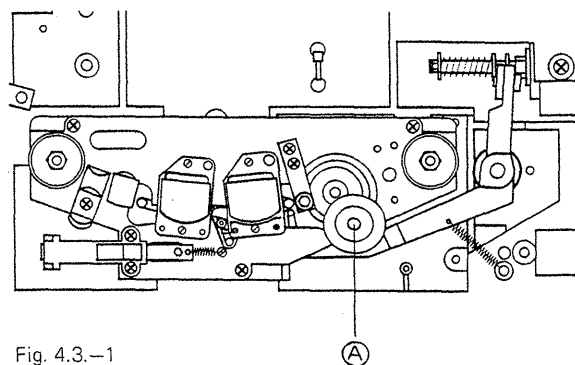

Fig. 4.3.-1
- Contrôlez la force d'appui et ajustez-la si nécessaire avec la vis C. (fig. 4.3.-2)
- An der Andruckrollen-Achse (oder an einem angebrachten Bolzen) einen Nylonfaden einhängen und mit einer Federwaage in Richtung A (Fig. 4.3.-1) ziehen, bis die Andruckrolle von der Tonwelle abhebt.